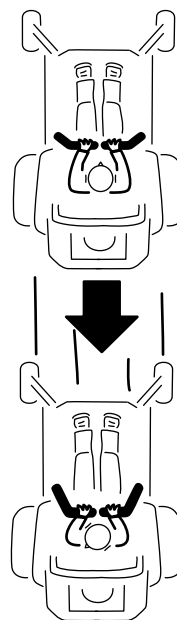

Figura 23
2. Para ir hacia atrás, mire hacia atrás y tire lentamente de las palancas de control de movimiento hacia atrás (Figura 23).